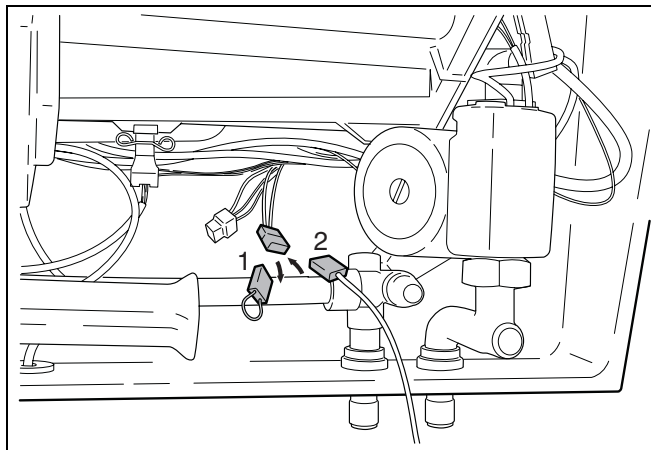

Fig. 23 Sonda dell'acqua calda FB per accumulatore esterno
- Rimuovere il spina ponticellata (fig. 23, pos. 1). Colori dei cavi: nero/bianco e lilla.
- Collegare alla spina la prolunga per la sonda dell'acqua calda, della lunghezza di 3 m (fig. 23, pos. 2), e montare la sonda nell'accumulatore.